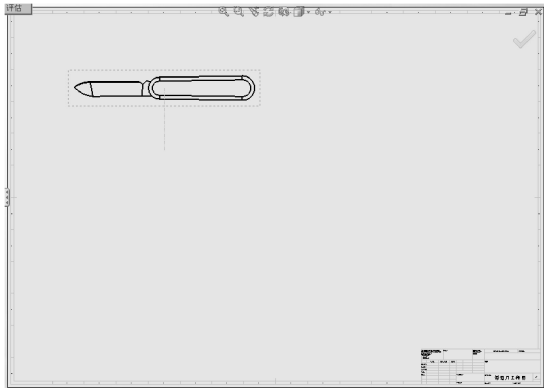

图 10-53 放置主视图后的情况
(1) 单击【视图布局】工具栏中的  【模型视图】按钮，弹出【模型视图】属性管理器，单击【浏览】按钮，弹出【打开】对话框，选择铅笔刀零件，单击【打开】按钮。
(2) 在图纸上选择一个合适区域放置主视图，如图 10-53 所示。同时弹出【投影视图】属性管理器。